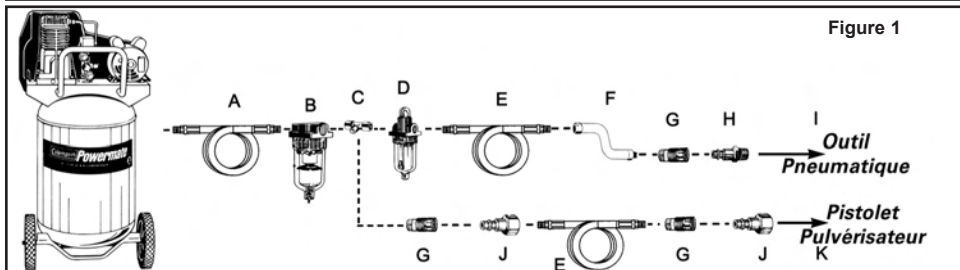

Figure 1
- Branchez l'outil au raccord rapide du tuyau flexible d'air. **REMARQUE : Il est recommandé d'utiliser un flexible de raccordement à pivot (P012-0079SP - non inclus) afin d'empêcher le tuyau flexible de s'entortiller ou de se plier et de prévenir son usage excessif (voir l'élément F de la Figure 1 pour les connexions recommandées).**
Pour conserver le rendement optimal du moteur pneumatique, il faut le lubrifier à chaque utilisation. Des résidus de poussière, de saleté et d'huile se logeront à l'intérieur de l'outil et en réduiront le rendement. Un huilier sur canalisation est recommandé pour lubrifier automatiquement l'outil de façon adéquate (voir Figure 1). Si ce dispositif n'est pas disponible, il est possible de lubrifier l'outil manuellement par l'orifice d'admission (voir Figure 4).